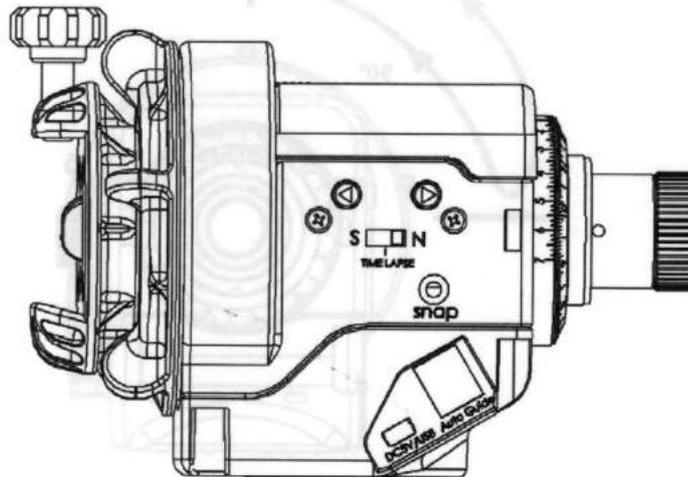

Fig. 31
3. Positionnez le sélecteur de direction sur N, si vous êtes dans l'hémisphère Nord (Fig. 31).